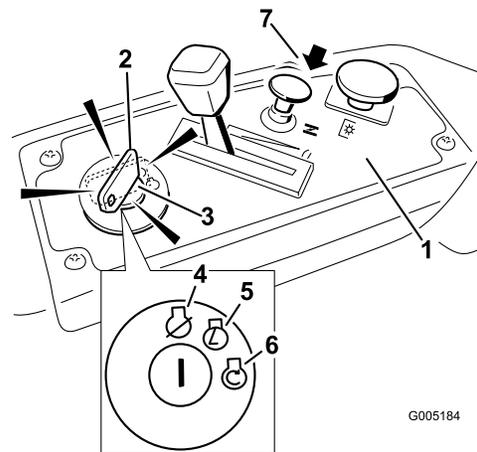

Figura 10
3. Si el motor está frío, tire hacia arriba del control del estérter (Figura 10).
4. Gire la llave de contacto a Arranque para activar el motor de arranque. Cuando el motor arranque, suelte la llave (Figura 10).
5. Cuando el motor haya arrancado, empuje el control del estérter hacia abajo (Figura 10). Si el motor se cala o funciona irregularmente, tire hacia arriba
2. Ponga el acelerador a un punto entre Rápido y velocidad media (Figura 10).